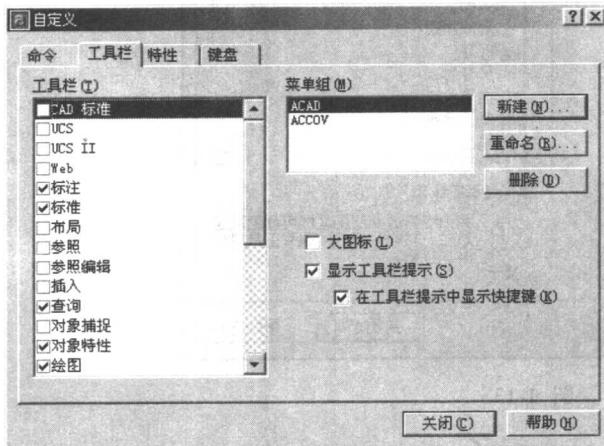
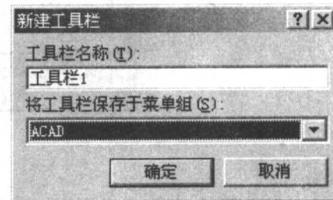

图 1-9
图 1-10
(1) 执行[视图][工具栏]命令，或者是执行[工具][自定义][工具栏]命令，都将打开“自定义”对话框。
(2) 在该对话框单击“工具栏”选项卡，打开如图 1-9 所示对话框。
(3) 在该对话框的“工具栏”滚动窗口中勾选或取消需要的工具栏，可同时打开或关闭多个工具栏。
(4) 在图 1-9 中单击“新建”按钮，即可打开如图 1-10 所示对话框。在该对话框中的“工具栏名称”输入栏指定新建工具栏的名称，在“将工具栏保存于菜单组”下拉列表框中指定工具栏存储在哪个菜单组中，AutoCAD 提供了一个名为 ACCOV 的空白菜单组供用户建立自己的菜单组，单击“确定”按钮即可新建一个工具栏。